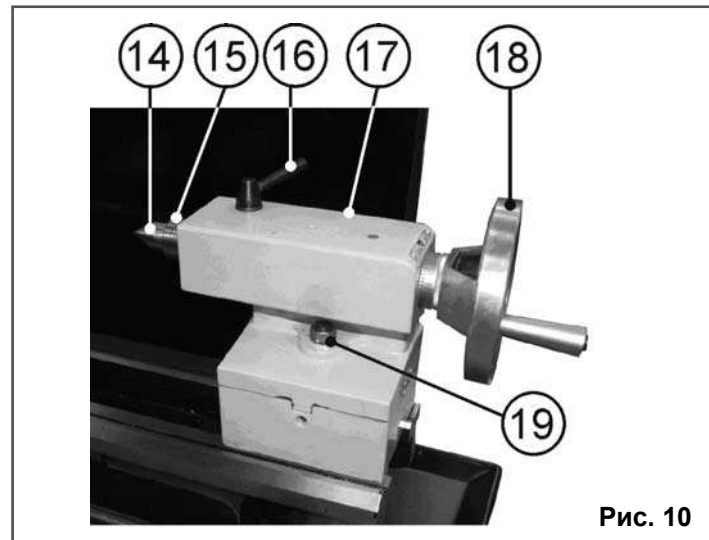

Рис. 10
Поверните ручку фиксации положения пиноли (16) против часовой стрелки. Маховиком перемещения пиноли (18) по часовой стрелке необходимо поджать центр (14). Поворотом ручки фиксации положения пиноли (16) по часовой стрелке зафиксируйте установленное положение пиноли (15), Рис. 10.